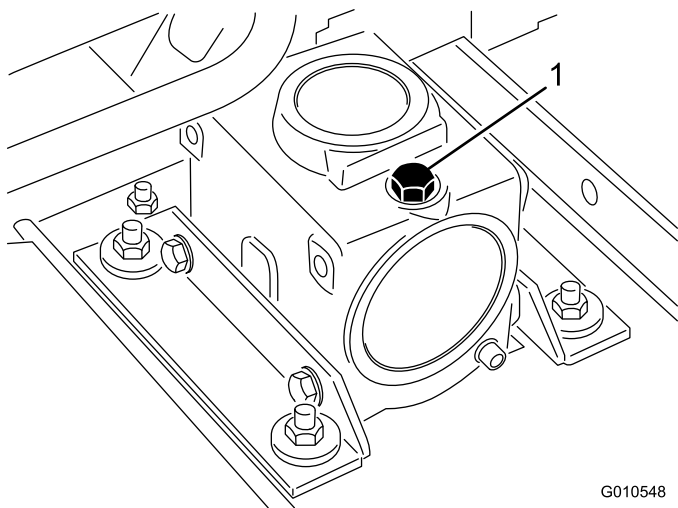

Figura 22
2. Parcheggiate la macchina e l'apparato di taglio su una superficie piana e abbassate l'apparato di taglio. Togliete il tappo di riempimento/asta di livello da sopra gli ingranaggi (Figura 22) e verificate che il lubrificante si trovi tra i segni riportati sull'asta. Se il lubrificante è insufficiente, aggiungete lubrificante per ingranaggi SAE 80-90 fino a portarne il livello tra i segni. La capienza della scatola ingranaggi è di 283 ml.